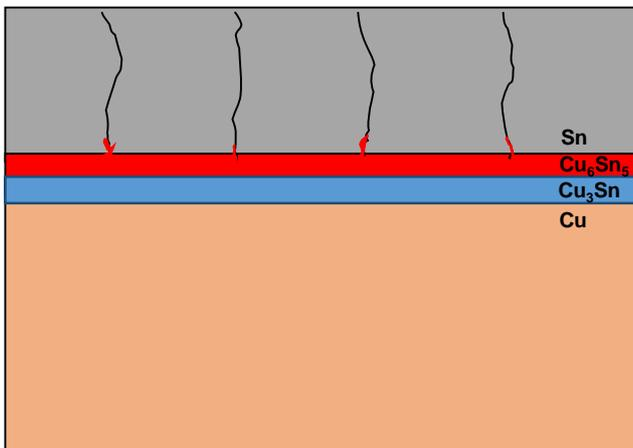

Abbildung 5: Bildung von  $\text{Cu}_3\text{Sn}$  durch Wärmebehandlung
- Durchführung einer zusätzlichen Wärmebehandlung innerhalb von 24 Stunden nach der Galvanisierung bei Temperaturen von mindestens 60 °C (empfohlen: 1 Std. bei 150 °C) Eine  $\text{Cu}_3\text{Sn}$ -Schicht bildet sich dann aus der  $\text{Cu}_6\text{Sn}_5$ -Phase darunter aus. Diese fungiert als Sperrschicht für die weitere Migration von  $\text{Cu}_6\text{Sn}_5$  (siehe Abbildung 5).  $\text{Cu}_3\text{Sn}$  hat eine geringere Gitterkonstante und trägt insofern nicht zur Belastung innerhalb der Zinnschicht bei. Da bei höheren Temperaturen Diffusion durch den Festkörper vorherrscht, entsteht eine regelmäßige Doppelschicht. Die Neigung zum Eindringen in die Korngrenzen ist niedriger, da die Kupferdiffusion bei zunehmender Stärke der Sperrschichten reduziert wird.